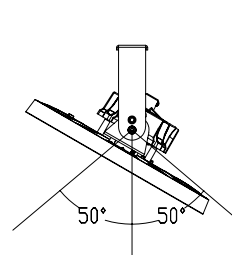

Figura 5
3. Ajuste el ángulo: El artefacto se puede inclinar hasta 50° hacia la izquierda o hacia la derecha para ajustarlo verticalmente. (Consulte la Figura 5).